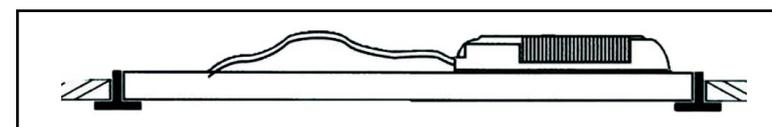
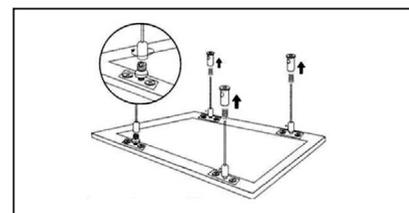
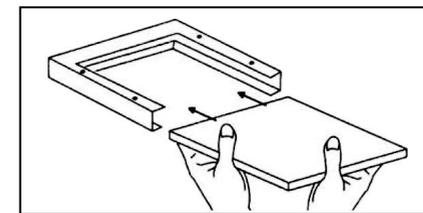

Рис. 3
Рис. 4
Рис. 5
- Конструкцией осветительного прибора предусматривается как подвесное (рис.4), так и стационарное накладное крепление. Стационарное встраиваемое путём установки на Т-профиль (рис.3) и стационарное накладное с помощью каркасной рамы (рис.5).